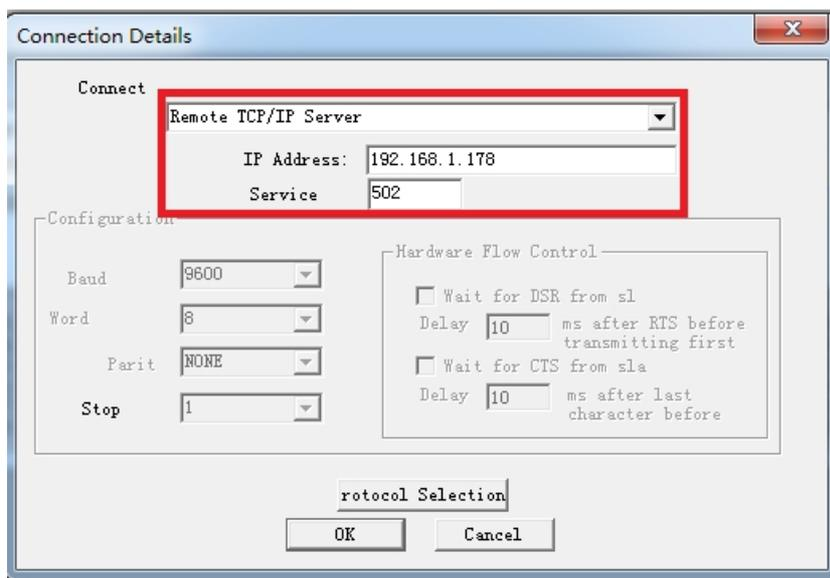

图 1
2. 选择菜单 Connection/Connect，选择 Remote TCP/IP Server，输入 TK 6000-AB 的 IP 地址，Service 端口为 502；点击[OK]按钮，如图 1 所示。